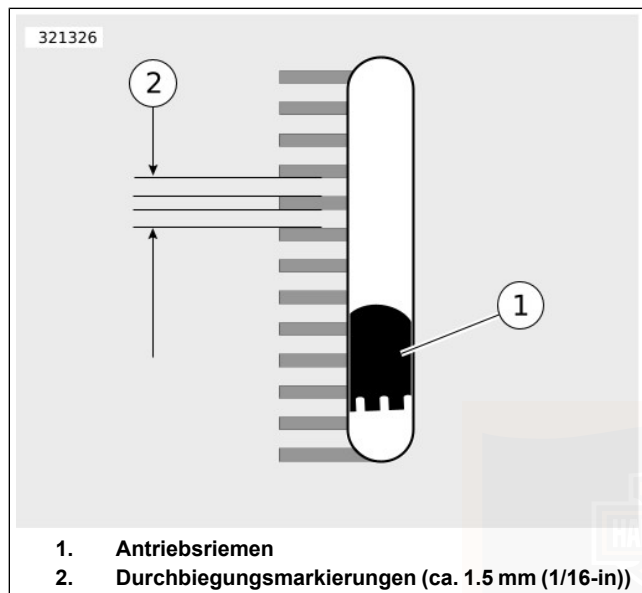

Abbildung 103. Sichtfenster der Riemendurchbiegung
- b. **Alle anderen Modelle:** Siehe Abbildung 103. Bei stillgehaltenem Messgerät Riemendurchbiegung (4) messen.